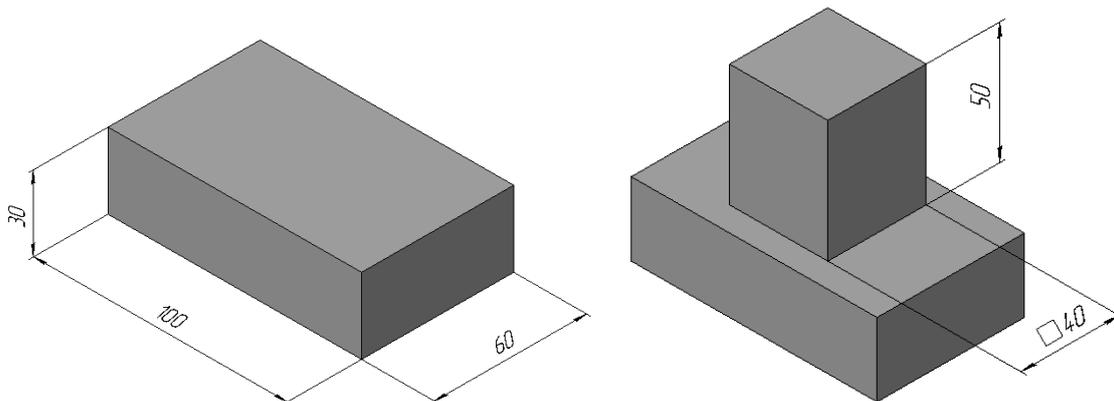

Рисунок 33.
2. Вычертим эскиз основания – прямоугольник по центру с высотой **60мм** и шириной - **100**, который выдавим на - **30** (рисунок 33).
3. Для построения верхней прямоугольной четырехгранной призмы на верхней плоскости основания вычертим эскиз – квадрат со сторонами - **40** и выдавим на - **50** (рисунок 33).